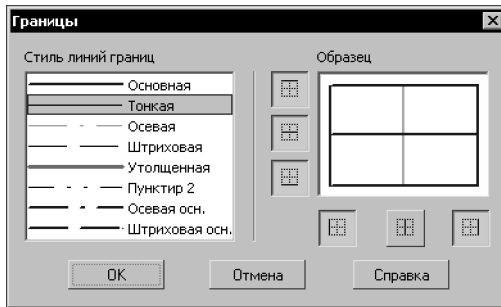

Рис. 75.7. Диалог настройки границ
Управление отображением и стилем линии границ ячеек производится в диалоге настройки границ (рис. 75.7). Для его вызова служит команда **Границы**.
1. Вызовите диалог настройки границ (рис. 75.7).